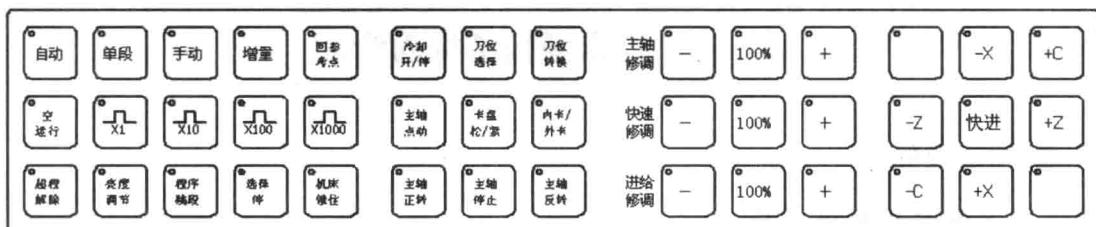

图 1-2 控制面板控制按键
(1) 液晶显示器。显示器位于面板的左上角，主要显示软件的操作界面，以及显示加工时所需要的相关数据。
(2) MDI 键盘。MDI 键盘主要作为系统的输入设备，完成程序的输入，参数修改等工作。
(4) 功能键。功能键没有确定的功能内容，由于其功能是随着显示器显示内容的变化而改变，因此通常称作软键。
(5) 机床控制面板。控制面板是用来手动操作其工作状态的，其中主要包括：自动、单段、手动、增量、回零等操作方式，如图 1-2 所示。
(7) 选择【手动】按钮, 按住【-X】方向键, 将刀架先向“-X”方向移动 (−X 方向的移动距离不要太远, 当中托板黑色的防护板露出即可)。
(8) 对于初学者, 在移动过程中很容易出现移动距离过大而“超程”的现象。这时系统会出现“急停”的红色报警信息。操作人员可按住【超程解除】按钮, 如图 1-2 所示, 在 3 秒钟后, 系统的“急停”信息会变成“复位”, 再由“复位”变到急停前的操作模式。接下来可按住【手动】按钮, 向超程的反方向移动。例如: X 正方向超程可按【-X】方向键。
(9) 完成上面的操作后, 机床刀架几经移动到各轴的负方向位置, 这时按下【回参考点】按钮, 系统处于“回参”状态。按下【+X】方向键, 刀架向机床正方向移动 (移动时的速度不要过快, 以免产生定位误差过大的报警。在确定了刀架与尾座无干涉后按下【+Z】方向键。刀架缓慢移动至参考点。到达参考点后, 【+X】和【+Z】键的指示灯点亮, 证明系统回参成功。
(10) 参考点返回后, 机床进入正常的工作状态。当工作结束后, 要求将机床刀架移动到床身尾部, 以减少机床床身的变形。因此, 在关机之前进行回零操作 (同 (6) ~ (8) 步)。回参结束后, 按下【急停】按钮, 关闭机床电源。